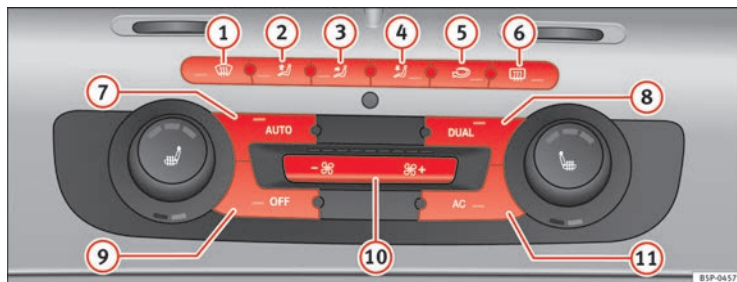

Abb. 110 In der Instrumententafel: Bedienelemente 2C-Climatronic
⇒ Abb. 110.
- Drücken Sie die Taste  ⇒ Seite 162, Abb. 110. Am Display des Radios wird „AUTO High“ angezeigt (hohe Gebläsestufe).
- Drücken Sie erneut die Taste  ⇒ Seite 162, Abb. 110. Am Display des Radios wird „AUTO Low“ angezeigt (niedrige Gebläsestufe).